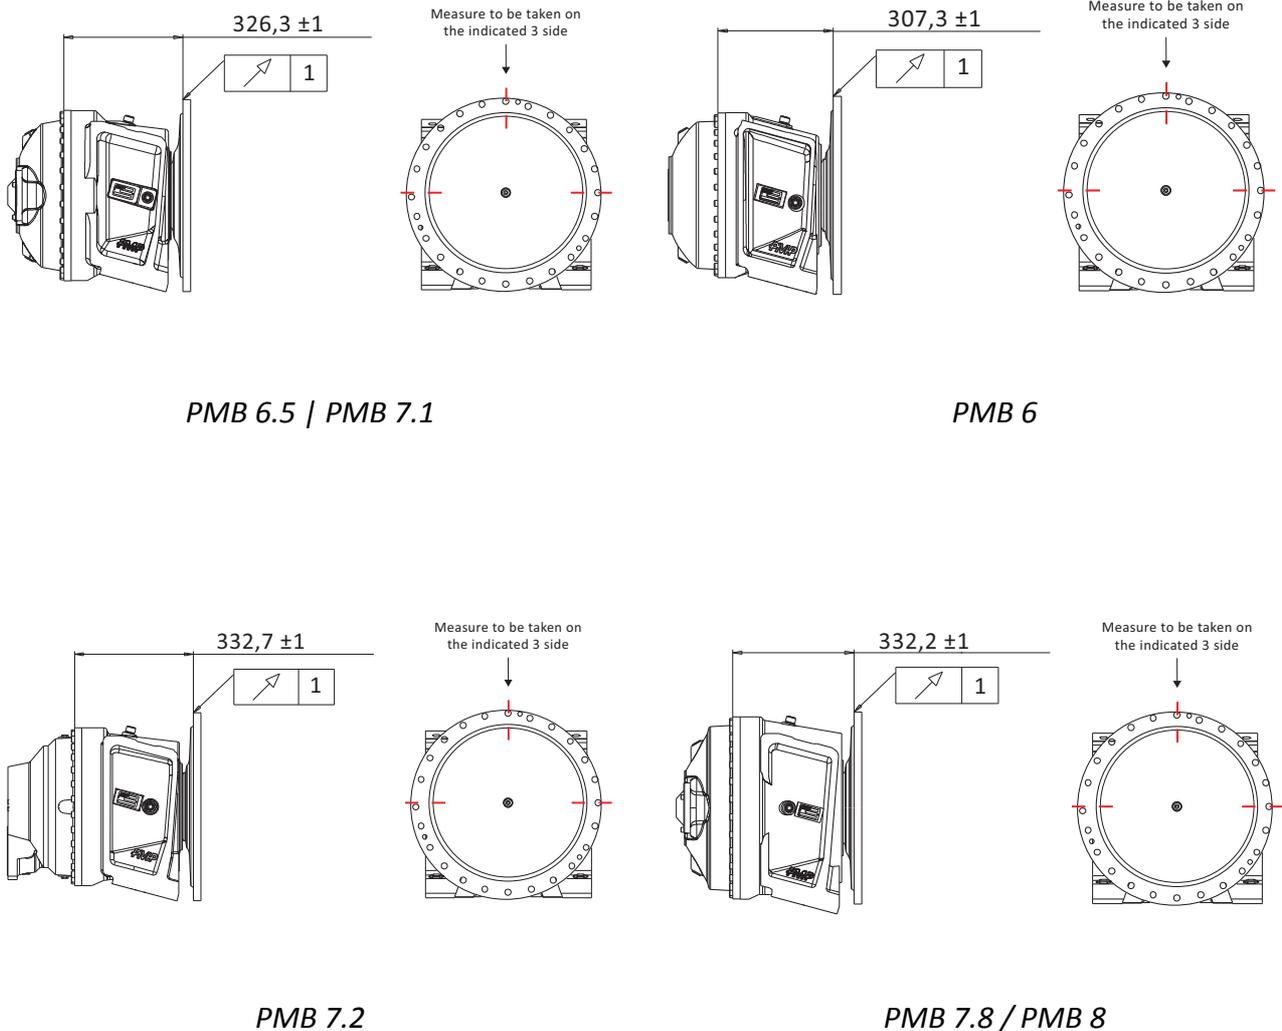

fig.4
as shown in fig. 4.
- da una rugosità media (Ra) inferiore o uguale a 6.3 µm. (vedi fig. 4);
- average roughness lower or equal to 6.3 µm. (see on fig.4);